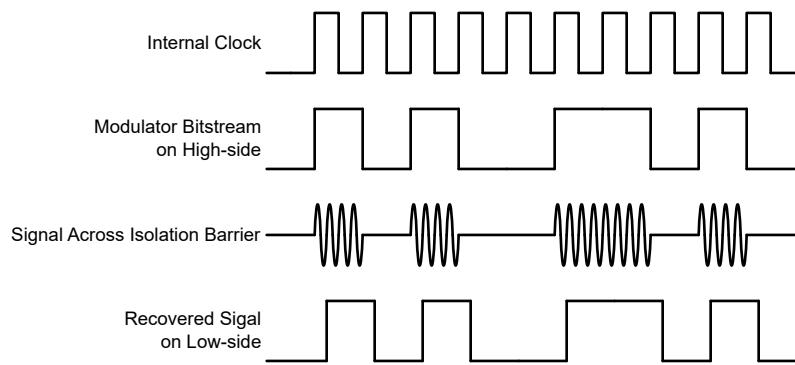

図 7-1. OOK ベースの変調方式
図 7-1 に示されているように、AMC0x30D-Q1 は、オン / オフ キーイング (OOK) 変調方式を使用して、変調器の出力ビットストリームを、 $\text{SiO}_2$  ベースの絶縁膜間で伝送します。送信ドライバ (TX) をに 機能ブロック図 示します。TX は、内部で生成された高周波キャリアを絶縁バリア越しに送信し、デジタル 1 を表現します。ただし、TX はデジタル 0 を表す信号を送信しません。AMC0x30D-Q1 で使用されるキャリアの公称周波数は 480MHz です。